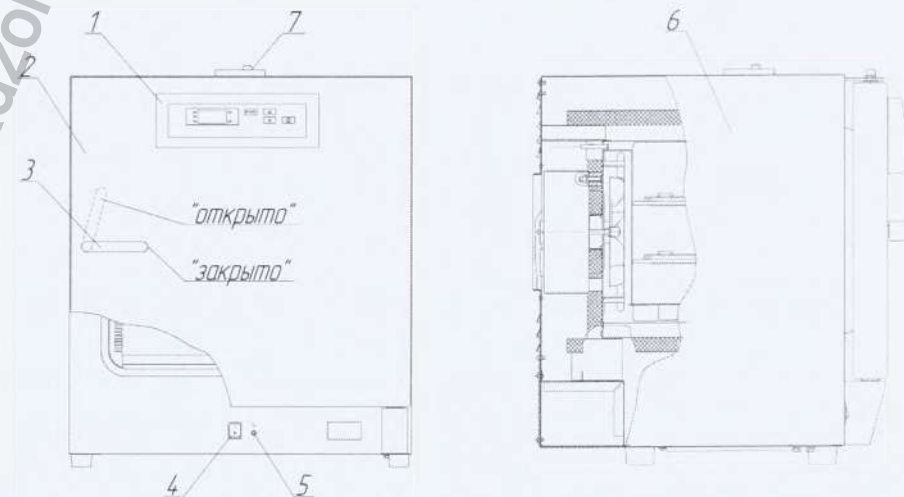

Рисунок 1. Общий вид.
Установить выключатель (поз. 4, рис. 1) в положение " I ". На блоке управления загорится индикатор (поз. 7, рис. 2), информационное табло (поз. 10, рис. 2) отображает текущую температуру в стерилизационной камере.
2.3.2 Установить выключатель (поз. 4, рис. 1) в положение " I ". На блоке управления загорится индикатор (поз. 7, рис. 2), информационное табло (поз.10, рис. 2) показывает текущую температуру в стерилизационной камере.
2.3.11 По окончании работы установить сетевой выключатель в положение "0" (поз. 4, рис. 1).